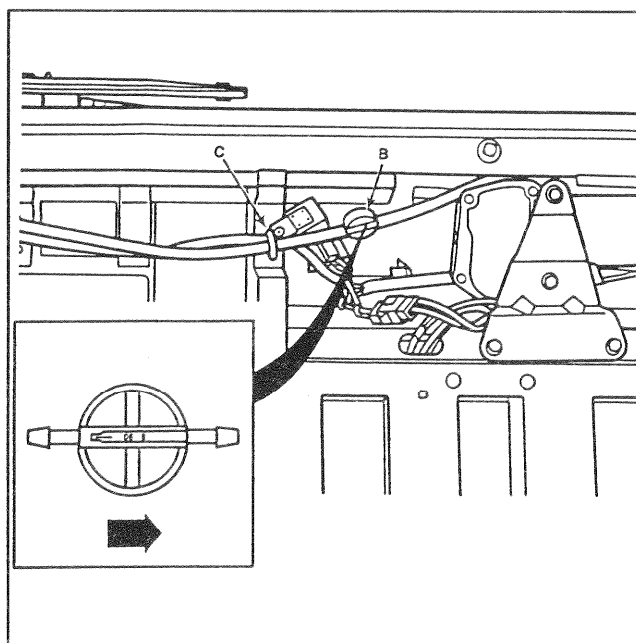

FIGURE 1
A : Dans le hayon arrière repère "B" Figure 1.
Dans le cas où cette valve se trouve implantée dans le hayon arrière, remplacer l'ancienne valve par la nouvelle référence : **89 56 006 162**. Bien respecter le sens de montage comme indiqué repère "B" de la Figure 1.
- Couper la durite d'alimentation du lave glace 10 cm avant son extrémité côté essuie vitre (Figure 1).
- Monter la valve anti-retour à cette intersection en respectant le sens de fonctionnement comme indiqué par la Figure 1 repère "B".
- Maintenir la durite d'alimentation par la mise en place d'un collier référence **77 03 079 234** à clipser dans le trou du doublage du hayon repère "C" Figure 1.